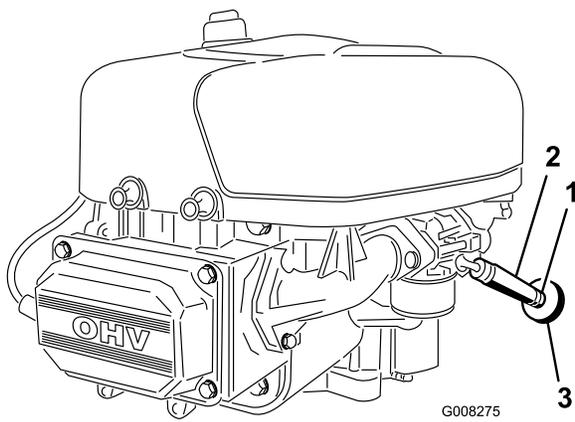

Figure 28
7. Desserrez le collier de serrage au niveau du filtre à carburant et éloignez-le du filtre en le poussant le long de la conduite d'alimentation (Figure 28).
- 8. Débranchez la conduite d'alimentation du filtre à carburant (Figure 28).
- 11. Rapprochez le collier de serrage du filtre pour fixer la conduite d'alimentation (Figure 28).
Le meilleur moment pour remplacer le filtre à carburant (Figure 28) est lorsque le réservoir à carburant est vide. Ne réinstallez jamais un filtre à carburant encrassé après l'avoir déposé de la conduite d'alimentation.